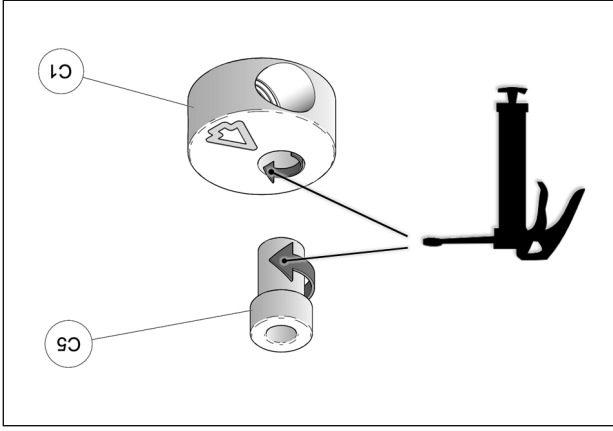

Fig. 21
10. À l'assemblage, les bagues espacateurs (C5) doivent être graissées. Appliquer une couche de graisse uniforme sur toute la circonférence de la bague espaceur et dans le logement du disque en aluminium (C1). Voir la Fig. 21